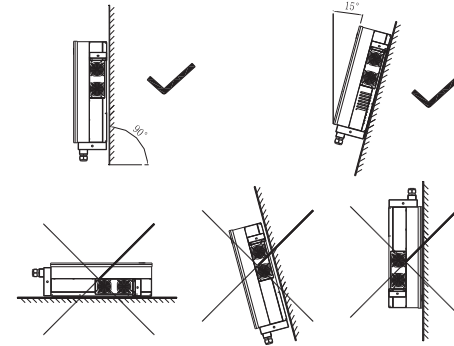

图3.1
- H、逆变器可以安装在垂直或向后倾斜的平面上，请参考下图3.1：